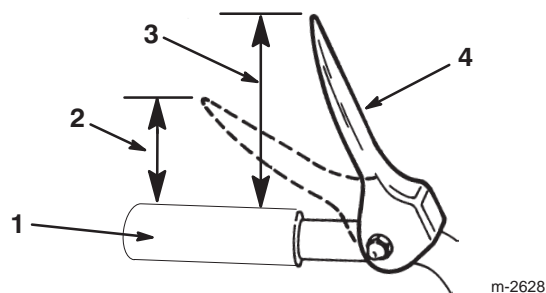

Figure 13
5. Vérifiez la distance entre l'extrémité de la manette de tarière/roue hélice et le haut de la poignée du mancheron. L'écartement doit être d'environ 10 centimètres, comme illustré dans la Figure 13.
Remarque : La résistance augmente de manière perceptible lorsque la courroie d'entraînement de tarière/roue hélice devient tendue (à peu près à mi-course de la manette). Le réglage est correct si la résistance *commence* à augmenter quand le bout de la manette de commande de tarière/roue hélice se trouve à 5 cm du haut de la poignée (Fig. 13).